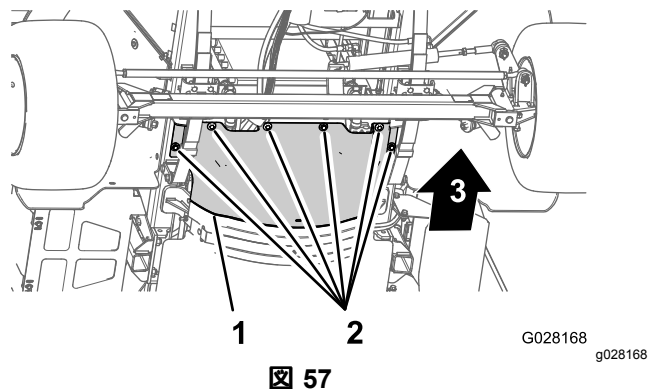

図 57
3. 前側防熱シールドをシャーシに固定しているソケットヘッドボルト6本とワッシャ6枚を外してシールドを取り外す 図 57。